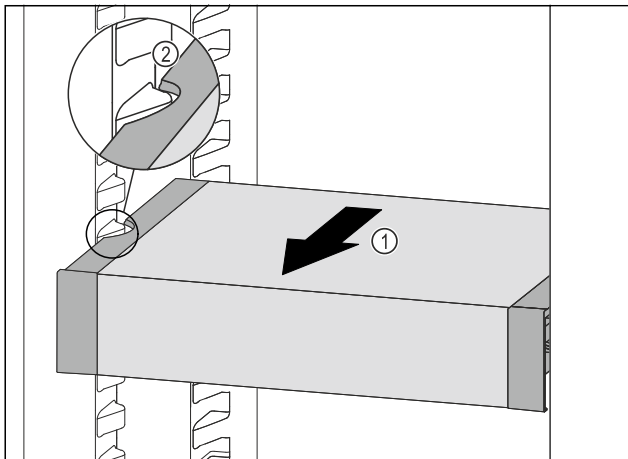

Fig. 132
- ▶ Tire del VarioSafe hacia delante Fig. 132 (1) hasta que los huecos laterales del VarioSafe se encuentren a la altura de la nervadura del recipiente en el compartimento del frigorífico. Fig. 132 (2)